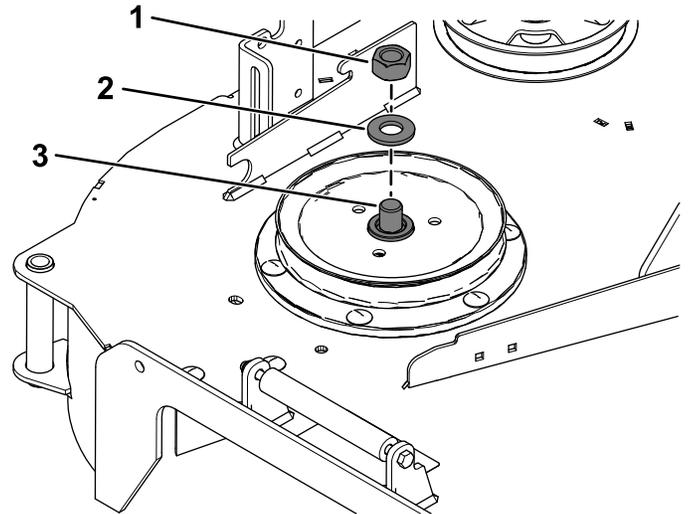

Figure 19
3. Utilisez une clé (1½") pour immobiliser l'axe de pivot quand vous retirez l'écrou hexagonal (¾") et la rondelle de l'axe (Figure 19).